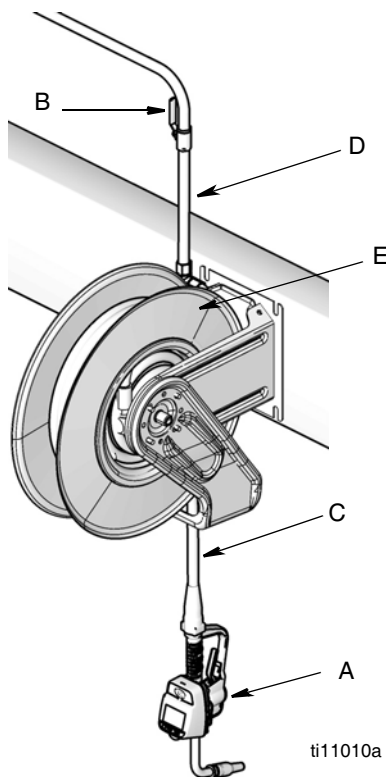

ABB. 1
Typische Installationen (ABB. 1)
Die in ABB. 1 dargestellte typische Installation dient nur zur Orientierung. Es handelt sich nicht um eine vollständige Systemauslegung. Kontaktieren Sie Ihren Graco-Händler zwecks Unterstützung bei der Planung eines Systems, welches Ihren Anforderungen gerecht wird.
2. Schließen Sie das Absperrventil (B, ABB. 1).
1. Das Materialabsperrventil (B, ABB. 1, Seite 8) an allen Abgabestellen schließen.
4. Öffnen Sie langsam das Absperrventil (B) an der Abgabestelle. Spülen Sie eine ausreichende Menge an Öl heraus, um sicherzustellen, dass das gesamte System gereinigt wurde; schließen Sie dann das Ventil.